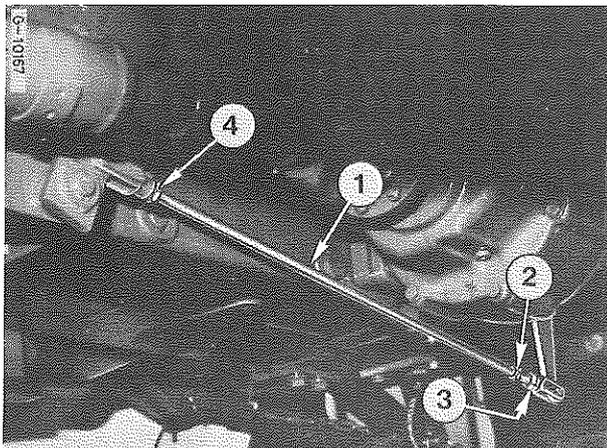

Figure 97 - Tringlerie du frein à main.
Desserrez les contre-écrous (3 et 4) Fig. 97 et raccourcissez la tringle (1) en tournant l'hexagone (2) jusqu'à obtention du réglage correct, c'est-à-dire qu'une résistance de 12 à 14 daN soit ressentie lorsque le levier est tiré de 110 à 120 mm.